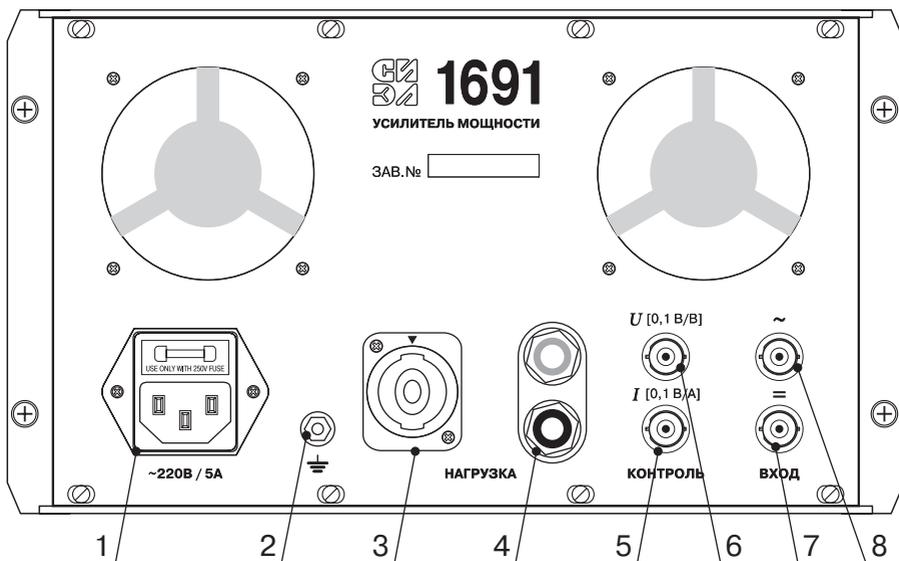

Рис. 3.2.
3.3. Внешние цепи подключаются к УМ с помощью разъемных соединителей, расположенных на задней панели: рис. 3.2.